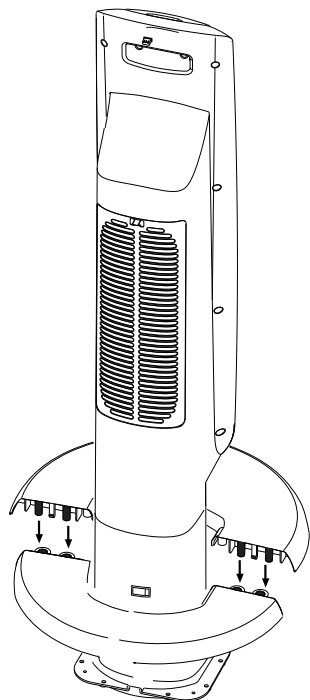

Fig. 1
1. Установите основание прибора на корпус, вставив штырьки в предусмотренные гнезда, см. рис. 1.